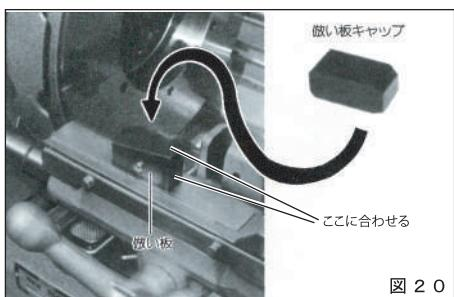

図 20
- ③付属の倣い板キャップを往復台の倣い板の上面と側面に合わせてかぶせてください。（図 20）
- ④ダイヘッドを往復台にセットしてください。